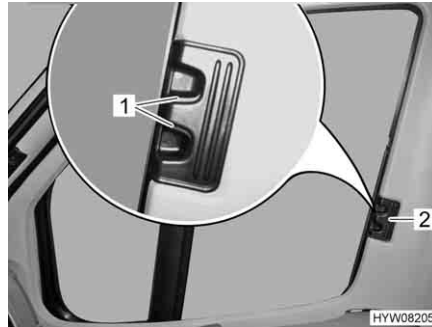

Fig. 65 Tendina oscurante pieghevole per il finestrino del conducente/ passaggero
- Premere le maniglie di sbloccaggio (Fig. 65,1) e mantenerle premute.
- Con la levetta (Fig. 65,2) tirare le tendine oscuranti pieghevoli per il finestrino del guidatore e del passeggero verso l'altro lato della finestra e congiungerle alle strisce magnetiche.
- Inserire fino all'arresto le tendine oscuranti pieghevoli per il finestrino del guidatore e del passeggero per la maniglia (Fig. 65,2).
- Rilasciare le maniglie di sbloccaggio (Fig. 65,1) e mantenerle innestate.